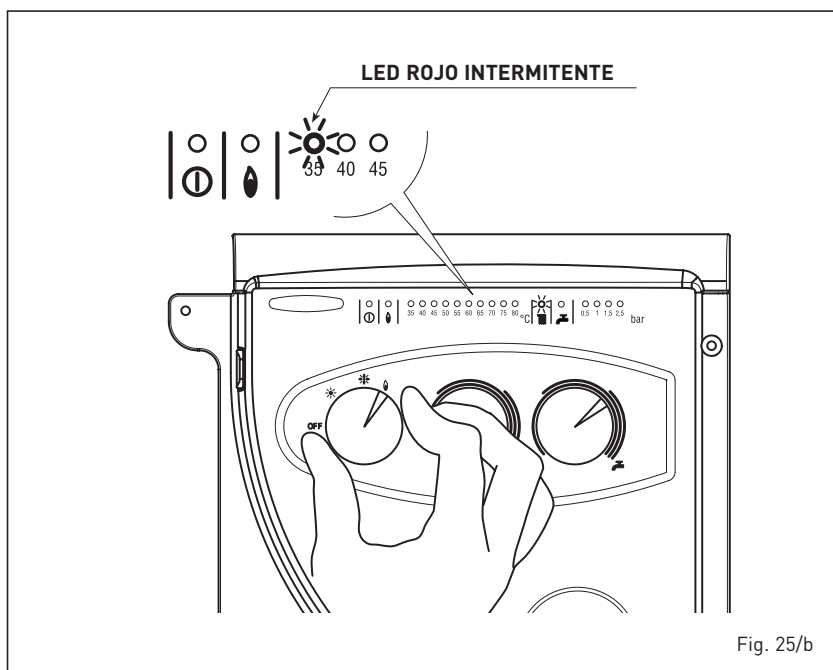

Fig. 25/b
- **Otras anomalías** (fig. 25/c)